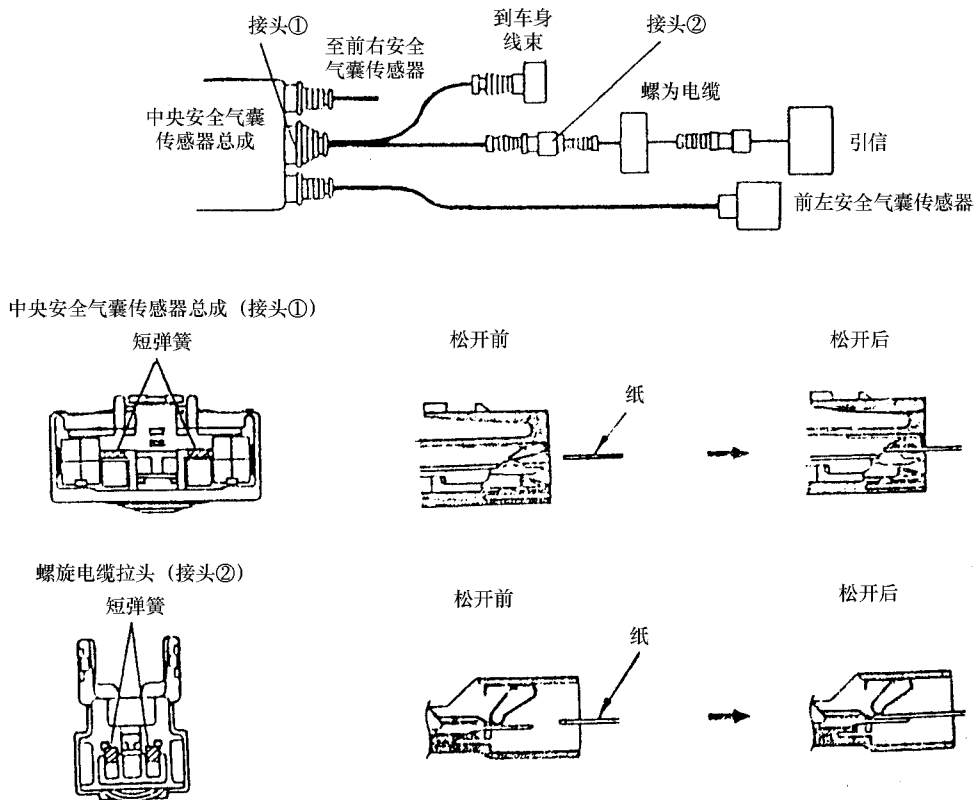

图 5-24 安全气囊激发防止机构松开方法
5. 安全气囊激发防止机构松开方法(图 5-24)
接头内有安全气囊激发防止机构(SRS 引信电路接头)。当故障排除步骤中要求松开安全气囊激发防止机构时, 如图 5-24 所示, 将一片与阳式端子同厚的纸片插入端子与短弹簧之间。切勿松开转向盘垫块接头上的安全气囊激发防止机构。除非故障排除步骤中特别指明, 否则不可松开激发防止机构, 若插入的纸片太厚, 短弹簧可能损坏, 故须使纸片与阳端子同厚。